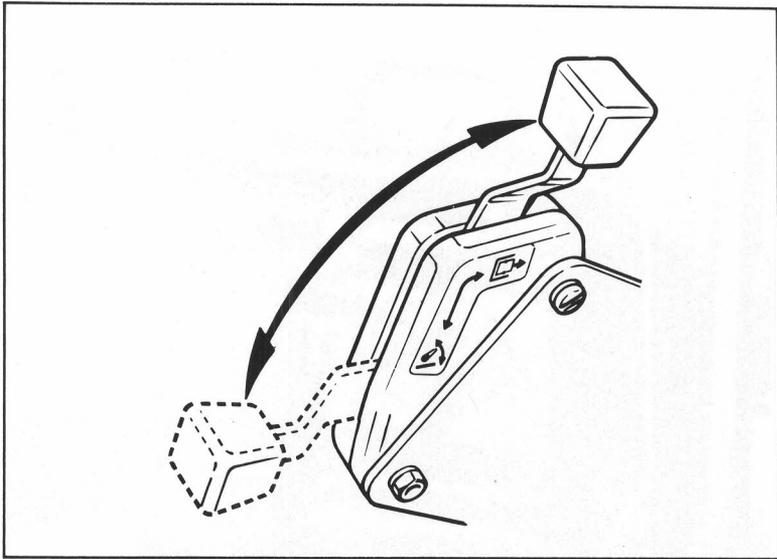

Fig. 4
- 5 – Combinaison des débits de la pompe auxiliaire et de la pompe de relevage (Export) à l'aide d'un sélecteur fig. 4 (voir page 67).
Commande de sélection (fig. 4 et 8)